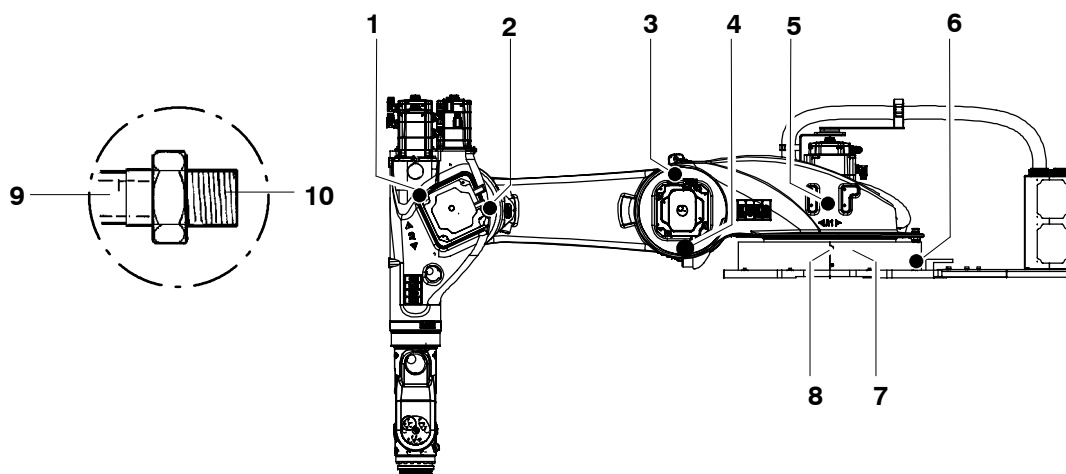

Fig. 91 Vidange d'huile des axes majeurs
- (1) Dévisser quatre vis à six pans creux M6x10 (Fig. 91/8) et retirer le recouvrement (7).
- (2) Poser un récipient sous le flexible de vidange.
- (3) Dévisser le bouchon (6).
- (4) Dévisser le bouchon (5) et collecter l'huile qui s'écoule.
- (1) Dévisser la vis de fermeture M18x1,5 (Fig. 91/4) et prévoir un récipient sous l'ouverture par laquelle s'écoule l'huile.
- (1) Mettre le robot en service. Tournez l'axe 3 de façon que les vis de fermeture (Fig. 91/1, 2) soient verticalement les unes au-dessus des autres.